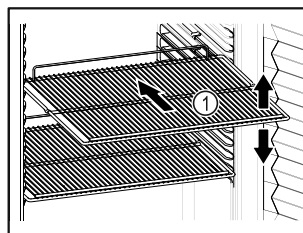

Fig. 20 Príklad zobrazenia
- Ak sa dajú odkladacie rošty Fig. 20 (1) premiestniť, prispôbte výšku.